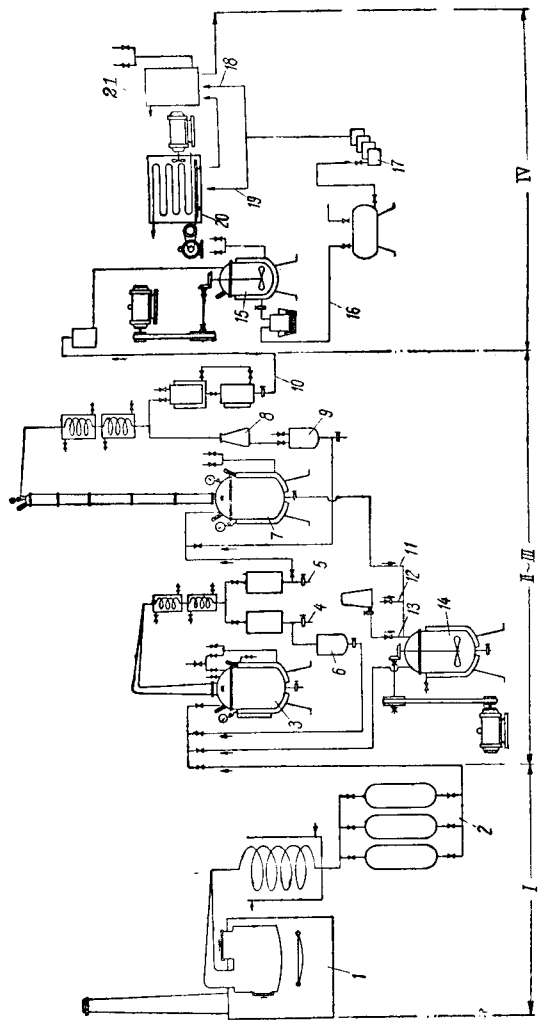

图 1
有机玻璃废料复制工艺操作分四个阶段进行: (1) 干馏解聚; (2) 蒸馏提纯; (3) 板状聚合; (4) 裁切包装。具体工艺流程见图 1。